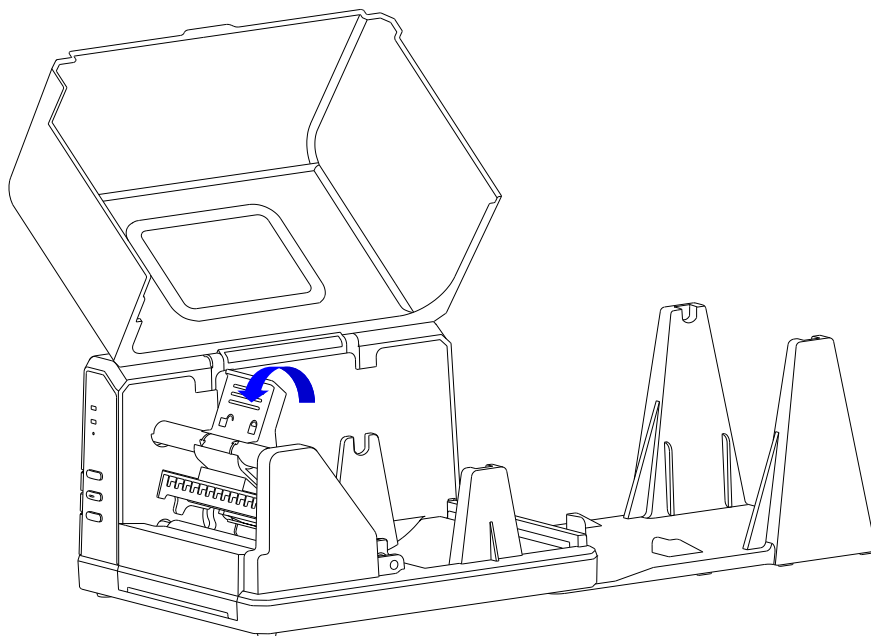

图 2-10
2. 打开打印机右盖，抬起打印头压臂。如图 2-10 所示。